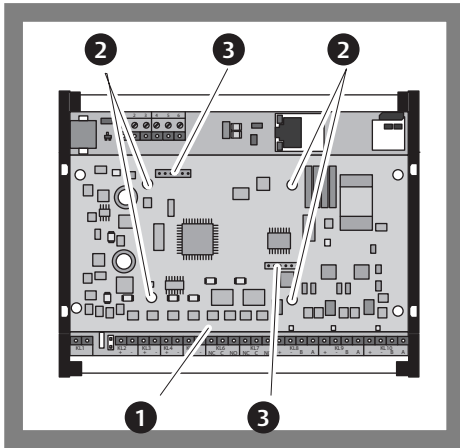

Abb. 3: Abstandshalter am SCALA Controller
- 1 Nehmen Sie die Kunststoffabdeckung am SCALA Controller ab (Abb. 3–❶).
- 2 Bringen Sie die Abstandshalter (Abb. 3–❷) für die Montage auf dem SCALA Controller an, indem Sie sie von hinten in die vorgesehenen Bohrungen stecken. Die Verbindungsstecker (Abb. 3–❸) dienen der Aufnahme der Verbindungsstecker an der Erweiterungsplatine.